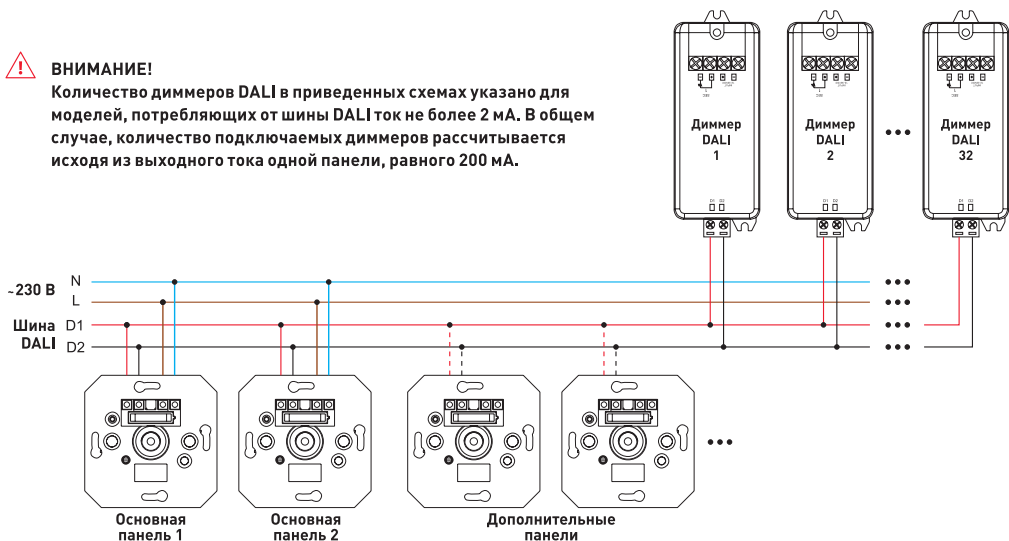

Рисунок 3. Схема соединения при подключении двух панелей к сети ~230 В.
- ▼ В схеме на Рис. 3 две основные панели управления получают электропитание от сети ~230 В и обеспечивают питание на шине DALI. Общий ток — 400 мА. Дополнительные панели получают питание по шине DALI от основных панелей. Управлять всеми диммерами можно с любой панели независимо.